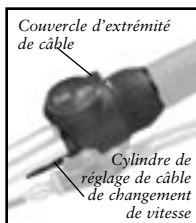

Figure 3.31- Manette Nexus
3. Si les lignes rouges ne sont pas alignées, réglez la tension du câble de changement de vitesse en faisant tourner le cylindre de réglage (figure 3.31) jusqu'à obtention d'un alignement.
3. Faites glisser le couvercle de l'extrémité du câble (figure 3.31) vers l'avant.